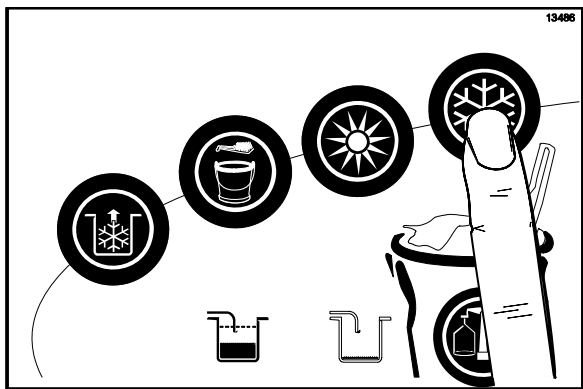

Рисунок 97
2. Отмените автоматическую работу путем нажатия на символ (АВТО). (См. рис. 97)